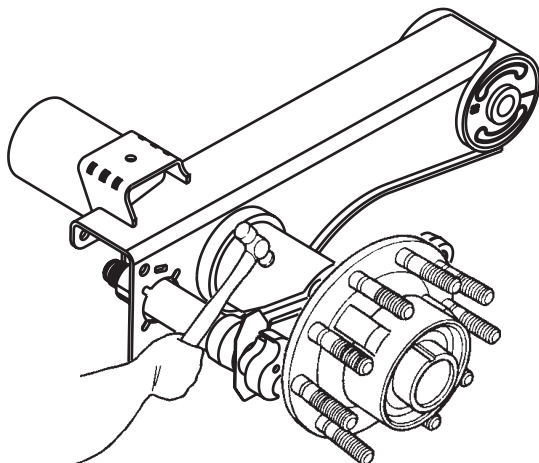

Figura 75. Golpee ligeramente para liberar la maza
1. Golpee ligeramente en la parte no maquinada del eje con un martillo (figura 75). El golpear puede aflojar la maza para facilitar la remoción.